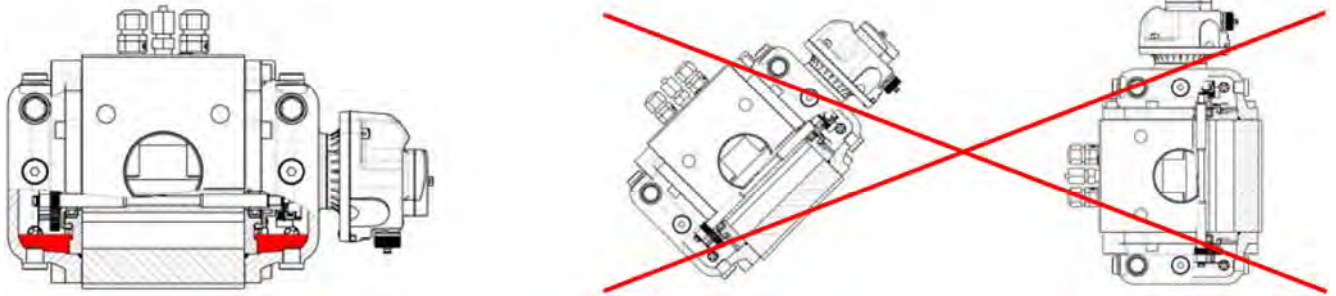

Рис. 2.
- 3.4. **Оси роторов счетчика должны быть в горизонтальном положении**, максимальный допустимый наклон оси $\pm 5^\circ$ (см. рис. 2).